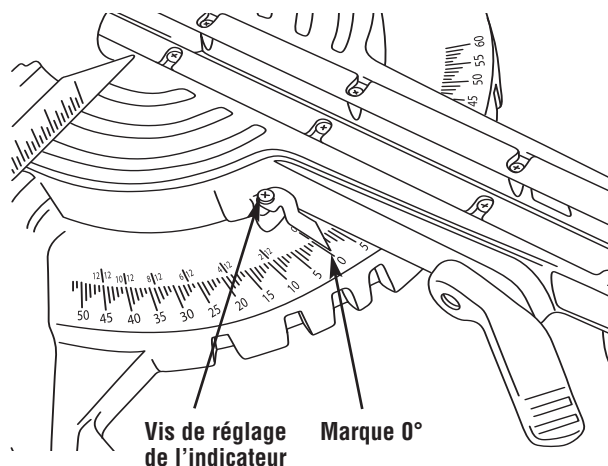

Figure 15.
3. Desserrez la vis à empreinte cruciforme qui tient l'indicateur en place (Figure 15).